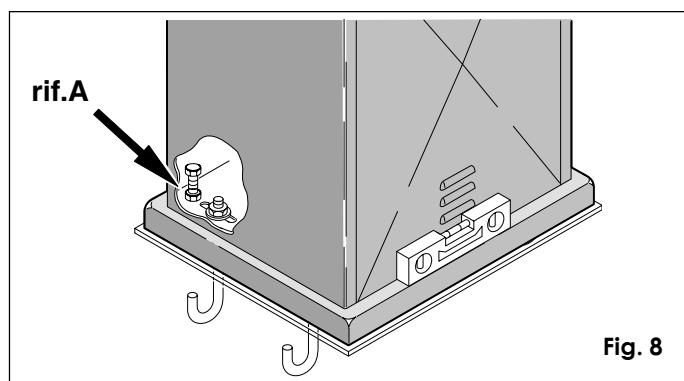
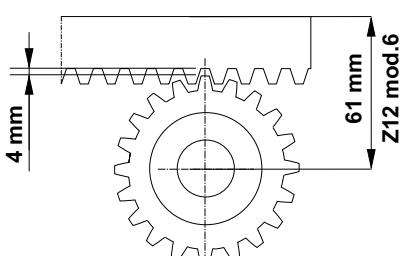

Fig. 8
Fig. 12
- Con l'ausilio di una livella verificare la perfetta orizzontalità dell'operatore come fig. 8.
- Registrare l'altezza dei piedini come da fig. 8 rif. A, tenendo sollevato il motoriduttore dalla piastra di 1 cm e la distanza dal cancello come da fig. 5.
Terminata l'installazione della cremagliera per garantire un corretto ingranamento con il pignone, è opportuno abbassare di circa 4mm la posizione del motoriduttore, fig. 12 registrando le viti di livello (fig. 8 rif. A).